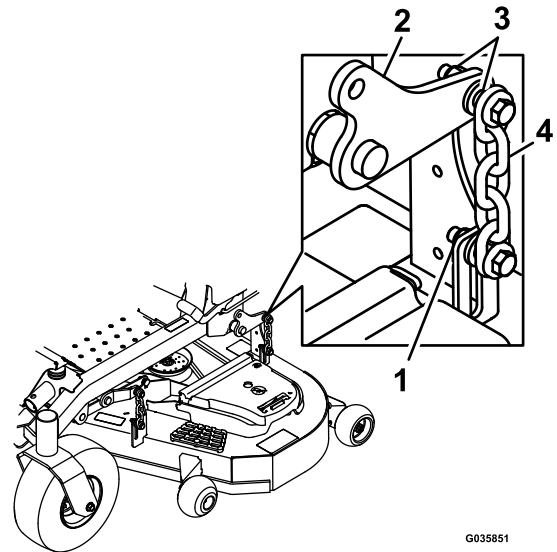

Figure 76
13. Desserrez les contre-écrous (Figure 76) aux quatre coins de sorte que le tablier repose solidement sur les 4 cales.